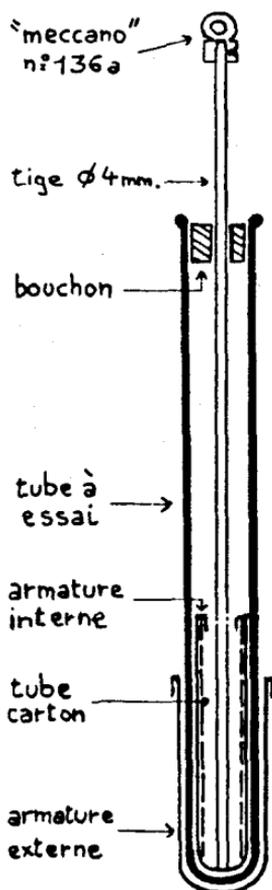

Fig. 30. — Condensateur.
* Armature externe (fig. 30) : sur le quart de la hauteur du tube, coller de la feuille d'aluminium ménager.
* Armature interne (fig. 30) : confectionner un tube de carton bristol d'un \varnothing un petit peu inférieur au tube, de hauteur $1/3$ du tube à essais. L'entourer de papier d'aluminium, le fond aura une forme arrondie (froisser le haut en demi-boule). Glisser dans le tube.